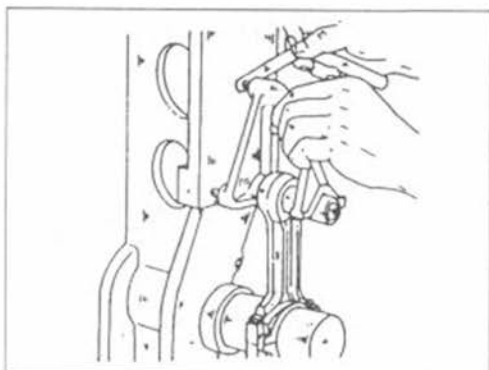
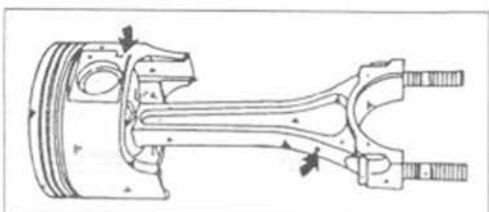

Рис. 89.
Рис. 90.
- У стандартного двигателя отверстие для масла в шатуне должно указывать на переднюю часть двигателя, т. е. после сборки поршень и шатун должны быть расположены так, как показано на рис. 89. У ДОНС-двигателя такого отверстия нет, и выверка осуществляется в соответствии с рис. 90, т. е. маркировка "F" расположена сверху, если номер обозначения шатуна и крышки подшипника находится на левой стороне. У дизельного двигателя выверка осуществляется таким же образом, как и у ДОНС-двигателя. Выверка осуществляется очень тщательно, чтобы избежать ошибок.